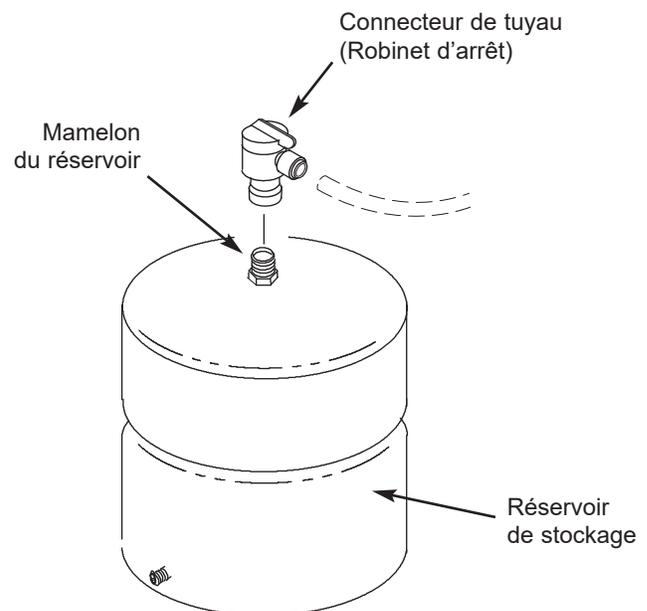

FIG. 13
1. Appliquez du ruban pour joints filetés (deux tours dans le sens des aiguilles d'une montre) sur les filets mamelon situé sur le dessus du réservoir. Voir la figure 13.
2. Repérez le connecteur du tuyau. Voir la figure 13. Fixez le connecteur du tuyau au mamelon du réservoir en le serrant 7 à 8 tours. Prenez soin de ne pas fausser le filetage et de ne pas trop serrer.
5. Raccordez le tuyau du réservoir jaune au connecteur du réservoir. Voir les figures 13 et 23.